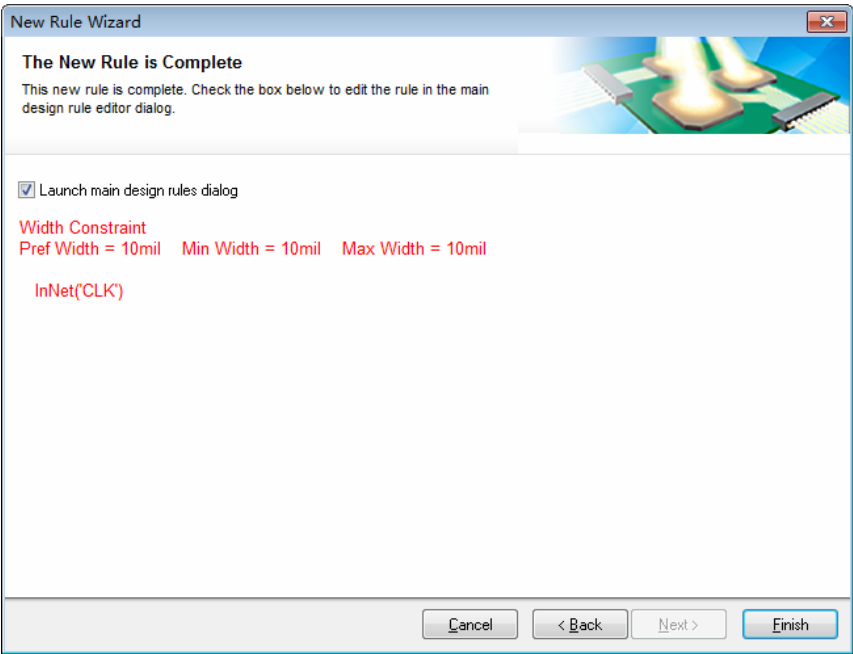

图 12-60 新的设计规则
(7) 单击 Next 按钮, 进入设计规则完成界面, 显示自定义的设计规则的完整信息, 如图 12-60 所示。单击 Finish 按钮, 打开设计规则及约束编辑器对话框, 并显示该设计规则的具体内容, 设置